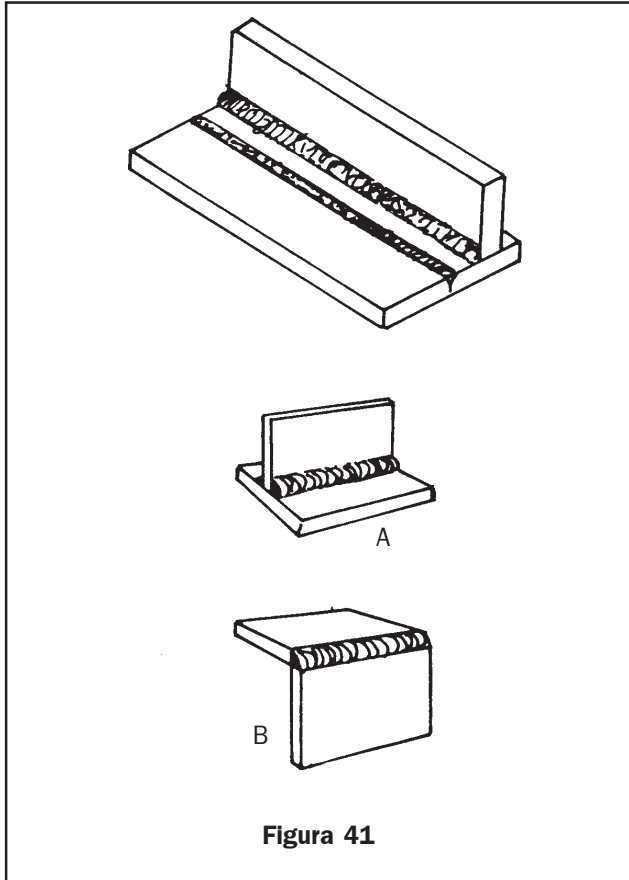

Figura 41
El ángulo formado por las piezas pueden ser de abertura variable y la soldadura hacerse por el interior (A) o por el exterior (B) (figura 41).